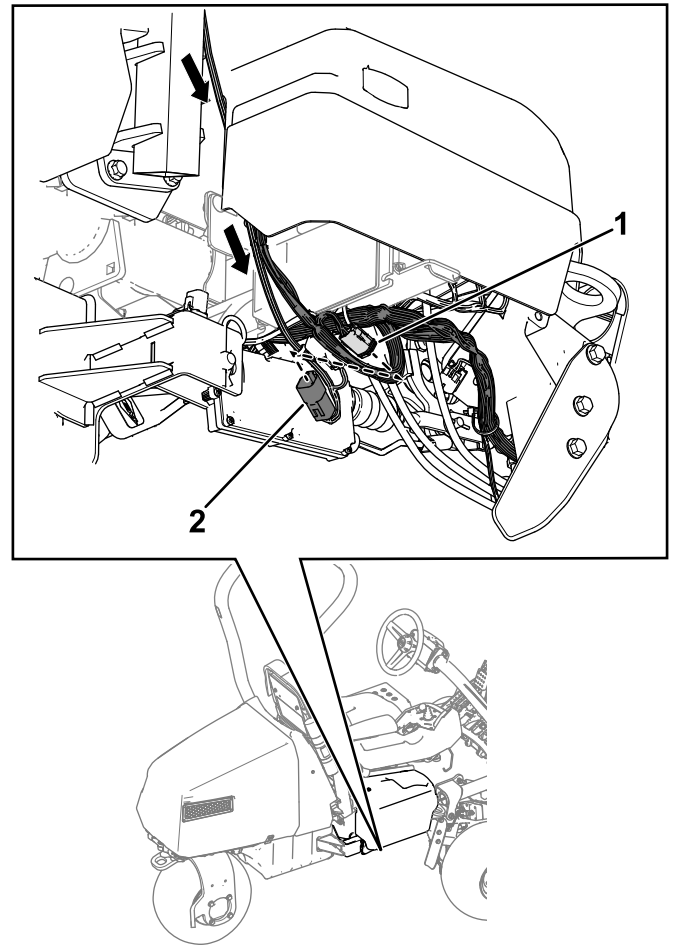

Bild 13
- Verlegen Sie den Kabelbaum am Überrollbügel entlang und schließen Sie den mit P01 gekennzeichneten Anschluss des Kabelbaums an den mit P71 gekennzeichneten Anschluss des Maschinenkabelbaums an (Bild 13).